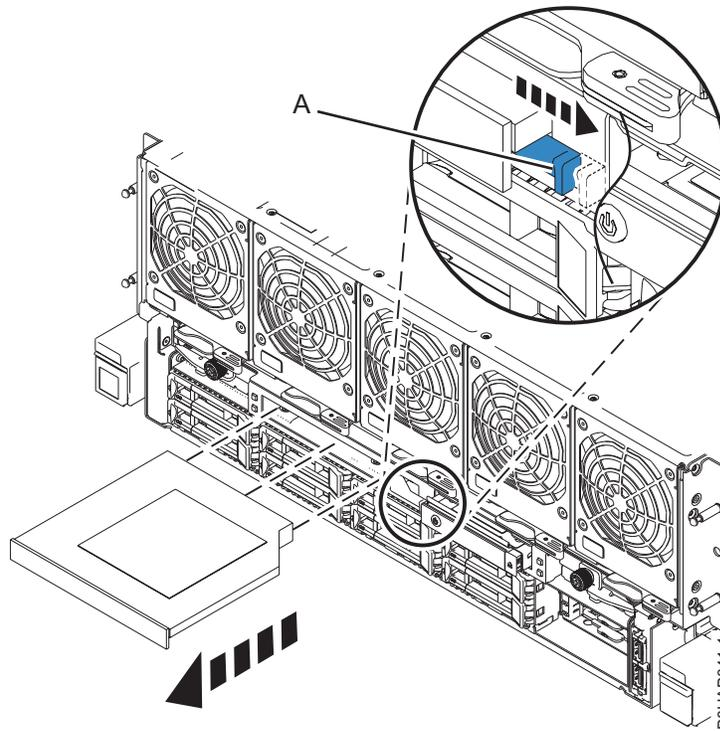

Figura 4. Removendo a unidade de DVD
- a. Puxe a alavanca azul (A) para a direita conforme mostrado em Figura 4 na página 6.